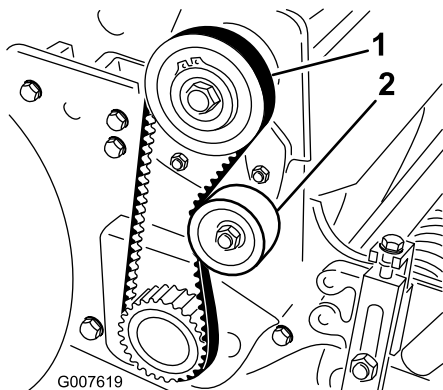

Figure 36
2. Contrôlez la tension en exerçant une force de 18 à 22 N à mi-distance entre les poulies (Figure 36). La courroie doit présenter une flèche de 6 mm.
horaire contre l'arrière de la courroie jusqu'à ce que vous obteniez la tension voulue (Figure 36).